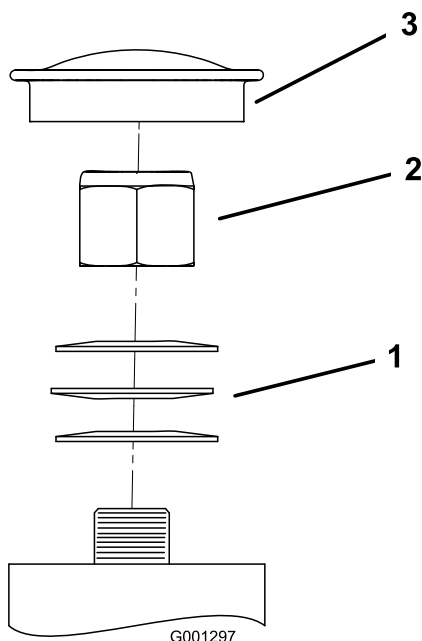

Figura 46
3. Retire el tapón anti-polvo de la rueda giratoria y apriete la contratuerca (Figura 46).
4. Apriete la contratuerca hasta que las arandelas de muelle estén planas, luego afloje 1/4 de vuelta para establecer la pre-carga correcta de los cojinetes (Figura 46).
Importante: Asegúrese de que las arandelas de muelle están correctamente instaladas, según muestra Figura 46.
5. Coloque el tapón anti-polvo (Figura 46).